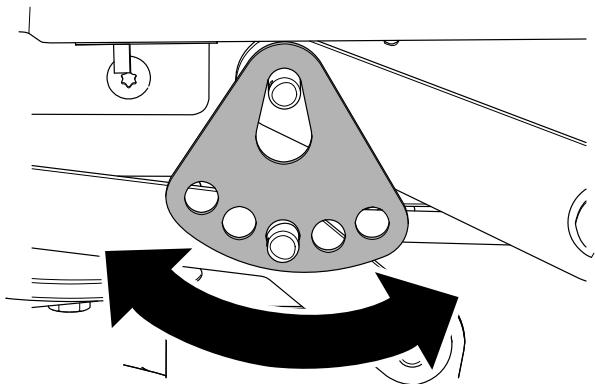

Рисунок 67
- Поверните пластину высоты скашивания для совмещения с другим отверстием так, чтобы она выдерживала вес деки газонокосилки после того, как вы установите ее (Рисунок 67).
8. Установите шайбу и игольчатый шплинт (Рисунок 67).